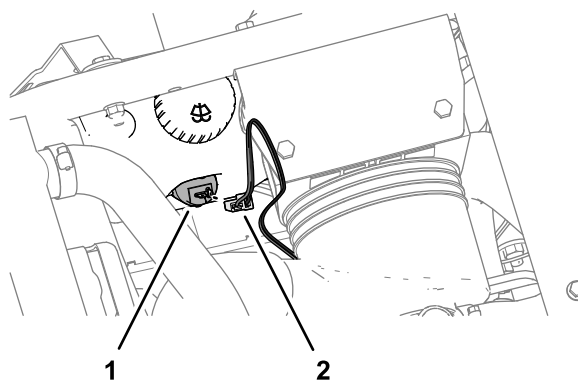
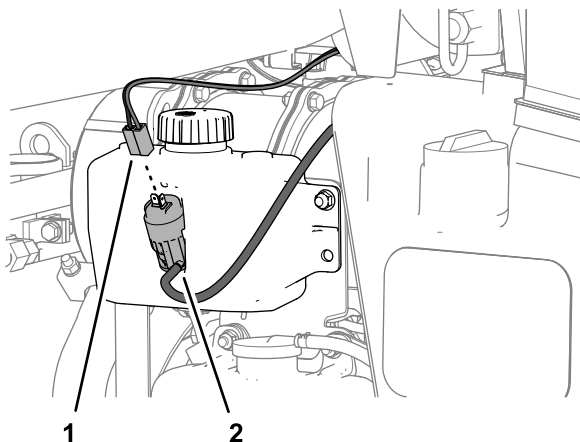

Рисунок 10
Рисунок 11
5. Проложите ответвление жгута проводов питания с черным проводом, синим проводом и 2-гнездовым разъемом к насосу бачка омывателя (Рисунок 10 или Рисунок 11).